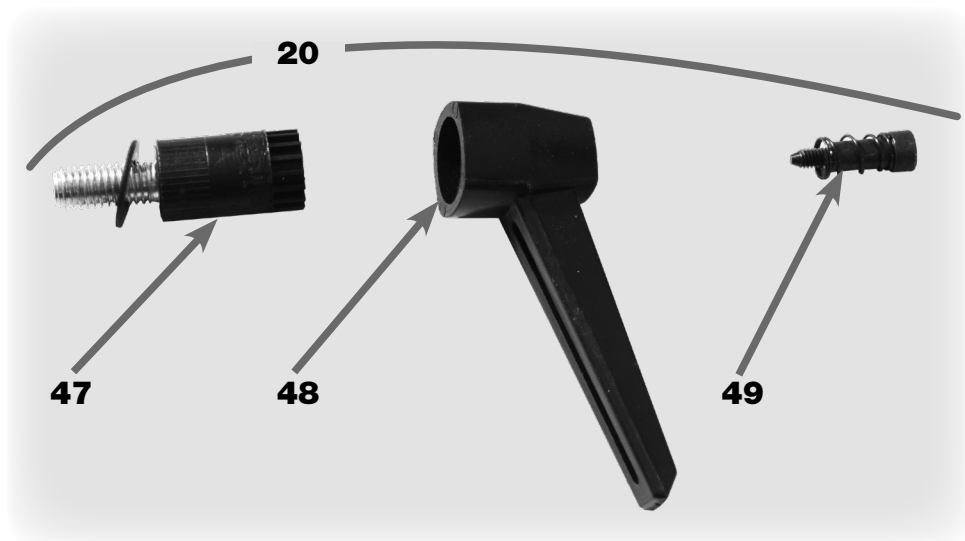

FIGURA 20 – Conjunto da Alavanca Trava
3. DESMONTAR o Conjunto da Alavanca Trava (20) de acordo com a figura 20;